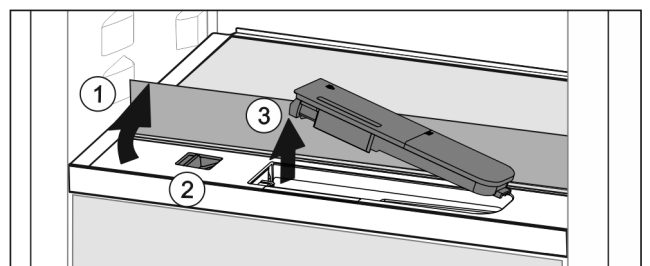

Fig. 35
- ▶ Levante la plancha de cristal y bájela hacia atrás hasta el tope *Fig. 35 (1)*.
- ▶ Desplace la compuerta *Fig. 35 (2)* hacia la izquierda.
- ▶ Retire el depósito de agua *Fig. 35 (3)*.